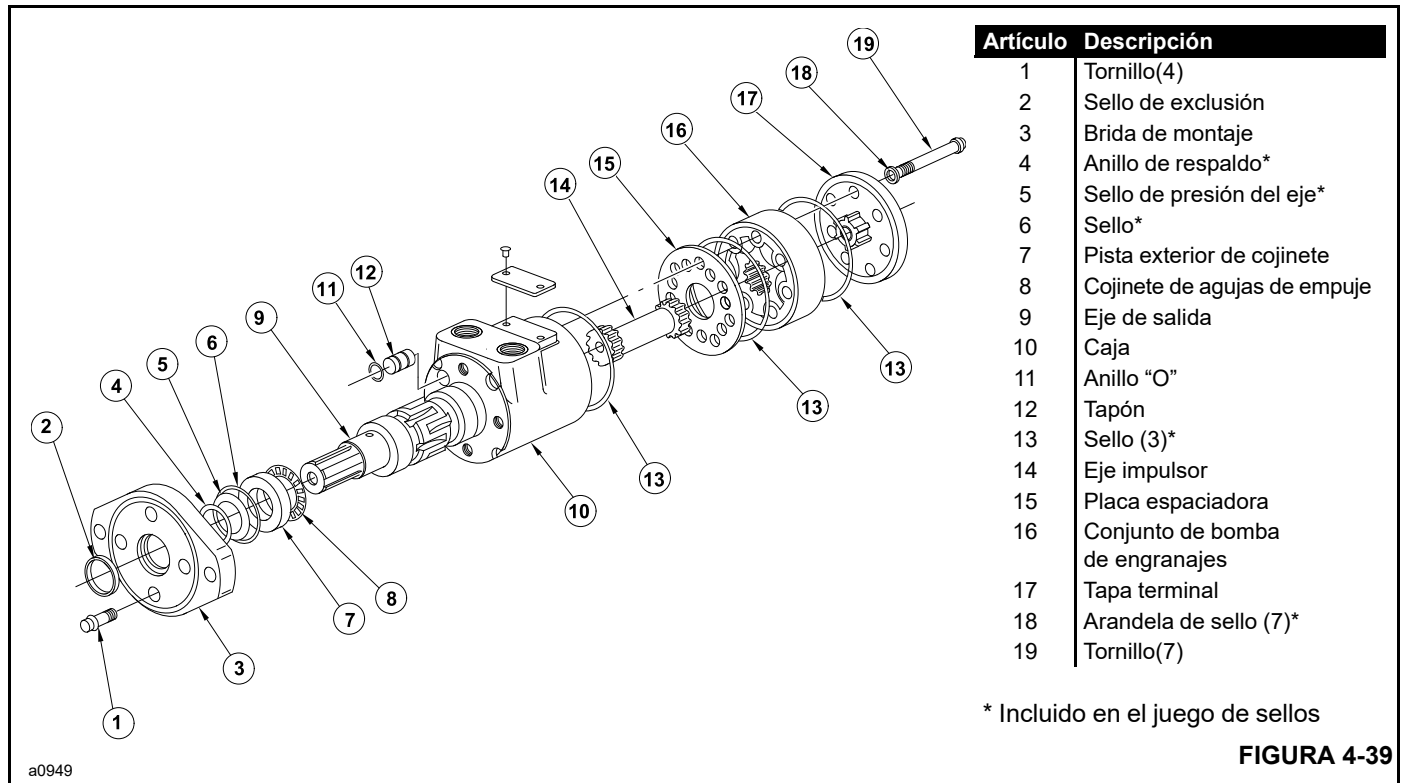

FIGURA 4-39
2. Quite los siete pernos (19, Figura 4-39) y las arandelas de sello 18.
12. Cuidadosamente retire la brida (3, Figura 4-39) de la caja 10.
14. Un tapón metálico (12, Figura 4-39), con anillo "O" 11, tapona un agujero fresado en la caja. No es necesario retirar el tapón y reemplazar el anillo "O" salvo que se produzcan fugas alrededor del tapón. Para retirar el tapón, inserte una llave hexagonal de 5 mm (0.187 pulg) a través de la abertura de la lumbrera y empuje hacia afuera.
1. Si se retiró el tapón (12, Figura 4-39), lubrique el anillo "O" nuevo 11 e instale en el tapón. El tapón tiene dos ranuras para anillos "O", pero requiere sólo un anillo "O" en la ranura más cercana al extremo del tapón. Empuje el tapón en la caja 10 hasta que esté a ras con la caja. Procure no dañar el anillo "O".
2. Lubrique el eje de salida 9 con aceite hidráulico (Figura 4-44) e instale el eje en la caja (10, Figura 4-39).
5. Instale el sello de exclusión (2, Figura 4-39) en la brida 3 con los rebordes del sello orientados hacia afuera (consulte la Figura 4-45). Presione cuidadosamente el sello de exclusión en su lugar.
7. Instale el anillo "O" (6, Figura 4-39) en la ranura de la brida 3.
10. Antes de instalar el conjunto de brida y sello sobre el eje (9, Figura 4-39), coloque un manguito o bala protectora sobre el eje. Luego lubrique el espacio entre el sello de exclusión 2 y el sello de presión 5, así como los rebordes de ambos sellos (consulte la Figura 4-47).
14. Instale un anillo "O" (13, Figura 4-39) en la ranura de la caja. Evite retorcer el sello.
15. Instale el eje impulsor (14, Figura 4-39). Utilice un marcador con punta de fieltro para marcar un diente impulsor. Alinee esta marca con el punto de sincronización en el eje de salida (Figura 4-48).